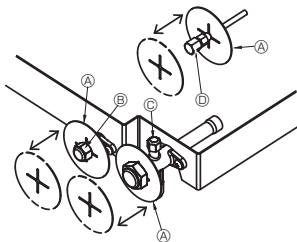

Fig. 4-8
4.6. Etiquetas rojas (Fig. 4-8)